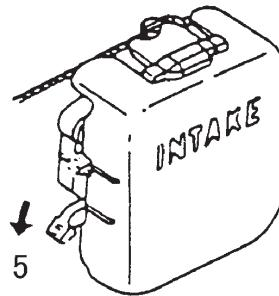

Fig. 2-3B
4. Pull recoil starter briskly, taking care to keep the handle in your grasp and not allowing it to snap back. (Fig. 2-3B)
4. Tirer vivement le démarreur à contrecoup, faisant attention à bien tenir la poignée sans la laisser se détacher brusquement. (Fig. 2-3B)
4. Tirare l'avviatore autoavvolgente rapidamente, facendo attenzione a tenere saldamente il manico in modo che non sfugga dalla presa. (Fig. 2-3B)
4. Nun kräftig am Startergriff ziehen, dabei den Griff fest in der Hand halten, damit er nicht zurück schnellen kann. (Fig. 2-3B)
4. Tirar energicamente del arrancador de retroceso y teniendo cuidado en no soltar el mango no permitiendo que se escape de las manos. (Fig. 2-3B)
4. Drag kraftigt i starthandtaget. Se till att greppet är stadigt! (Fig. 2-3B)